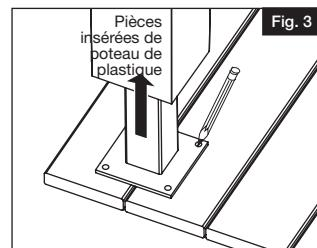

Fig. 3
- Soulever temporairement la pièce insérée du bas pour avoir suffisamment d'espace pour fixer le poteau d'acier à la terrasse (Fig. 3).
- Tracer des marques sur la surface de la terrasse à travers les trous de la plaque de base du poteau d'acier (Fig. 3).